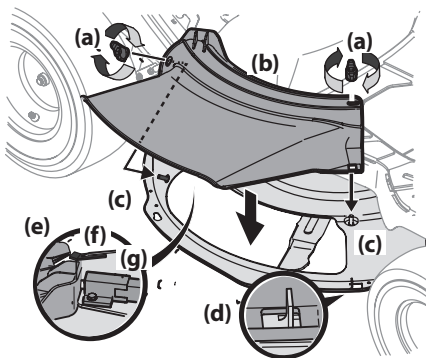

Figure 8
- Retirez les écrous papillon (a) du plateau de coupe. Gardez-les pour utilisation ultérieure. Voir Figure 8.
- Installez le déflecteur d'éjection (b) sur l'ouverture du plateau de coupe. Introduisez les goujons (c) sur la surface du plateau de coupe dans les trous sur la partie supérieure du déflecteur d'éjection (b). Introduisez la petite encoche (d) sur le rebord du plateau de coupe dans le trou carré sur la partie inférieure du déflecteur d'éjection (b). Voir Figure 8.
IMPORTANT ! Assurez-vous que la partie supérieure arrière du déflecteur d'éjection (b) s'appuie contre l'interrupteur de sécurité (e) situé sur la surface du plateau de coupe. Le moteur ne démarrera pas si le déflecteur d'éjection (b) n'est pas bien installé. Voir Figure 8.
- Fixez le déflecteur d'éjection (b) en serrant les écrous papillon (a) retirés à l'étape 1. Voir Figure 8.